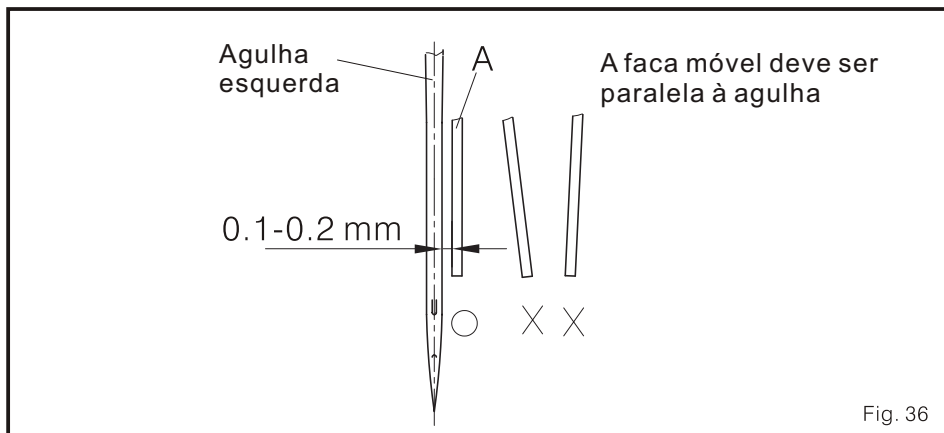

Fig. 36
3. A faca móvel A deve ser paralela à agulha e manter uma distância de 0.1-0.2 mm com o mesmo. (Fig. 36)